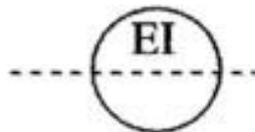

Figura 3
- 8) Idem à anterior para Figura 3.